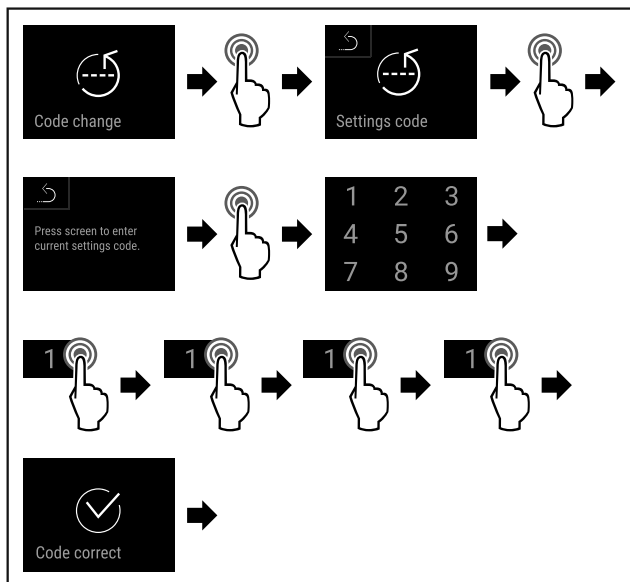

Fig. 94
- ▶ Eseguire i passi (vedere Fig. 94).